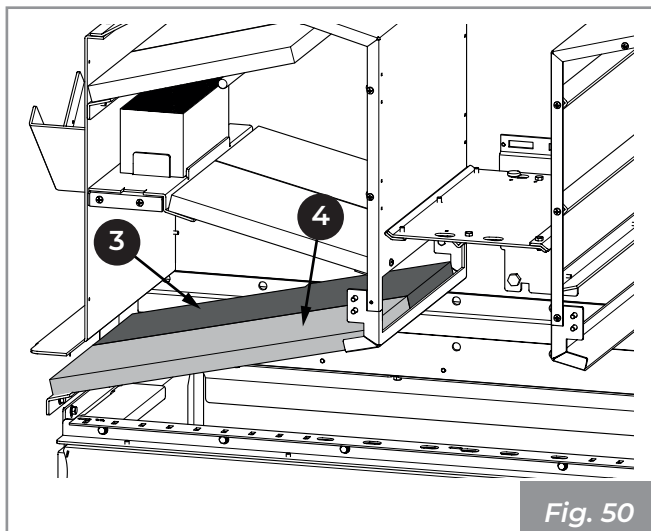

Fig. 50
- 4) Sfilare ed estrarre i pannelli (4 e 3) (Fig. 50).